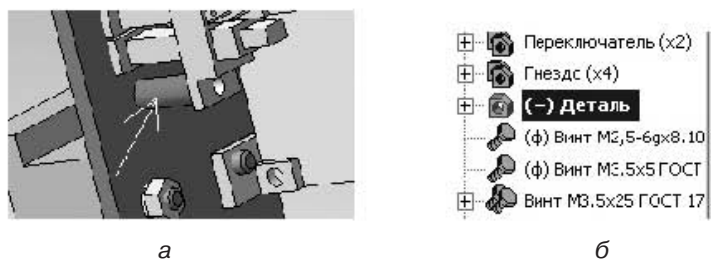

Рис. 3.62. Создание новой детали
- Щелкните на кнопке **Операция выдавливание**  на панели **Редактирование детали** . Внизу экрана появится панель свойств, на которой установите параметры выдавливания — **Прямое направление**, **Расстояние 1** — 13,0. Ввод параметров заканчивается нажатием кнопки **Создать объект** . Щелкните на кнопке **Редактировать на месте** на панели **Текущее состояние**. Внизу появившейся панели щелкните на кнопке **Да**. В результате в контексте сборки будет создана новая деталь втулка (рис. 3.62, а). В дереве модели появится новая запись (+) **Деталь** (рис. 3.62, б).